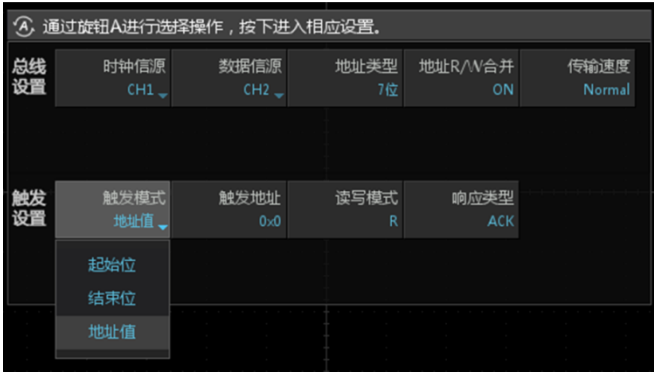

图 15-24 解码协议参数
- 5、用户按下【协议参数】软键，可以对协议参数进行设置，旋转旋钮 A 可选择参数，短按旋钮 A 后可进行参数修改，其中包括“总线设置”与“触发设置”，如图 15-24，通